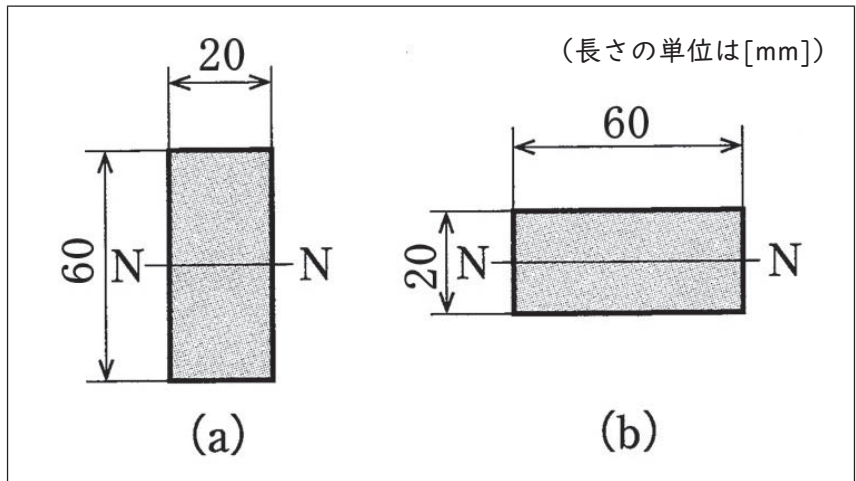

図4
(7) 次の図4に示す(a)の断面二次モーメント $I_o$  [mm4]、断面係数 $Z_o$  [mm3]と(b)の断面二次モーメント $I_b$  [mm4]、断面係数 $Z_b$  [mm3]の値として、最も適切な組合せを1～5から一つ選べ。解答番号は